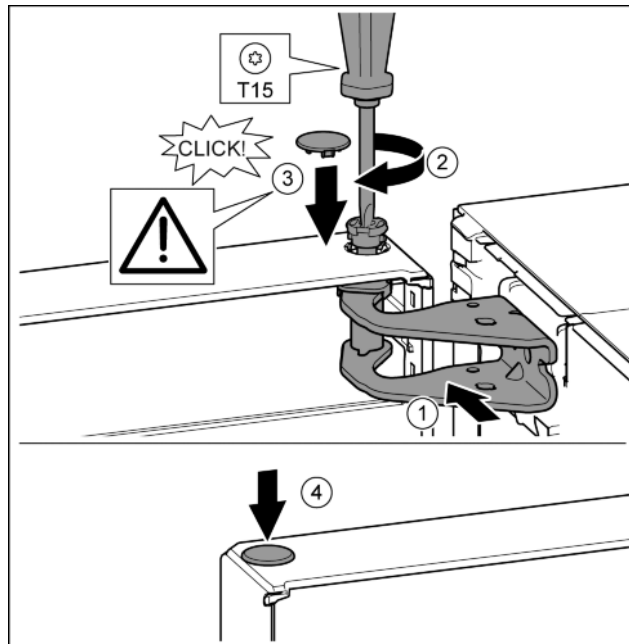

Fig. 24
- ▶ Aliniați ușa sus spre deschizătură în suport de lagăr. Fig. 24 (1)
- ▶ Introduceți bolțul și înșurubați-l ferm cu șurubelnița T15. Fig. 24 (2)
- ▶ Montarea capacului de siguranță pentru siguranța ușii: Introduceți capacul de siguranță și controlați dacă este așezat pe ușă. În caz contrar, introduceți complet bolțul. Fig. 24 (3)
- ▶ Introduceți dopul. Fig. 24 (4)